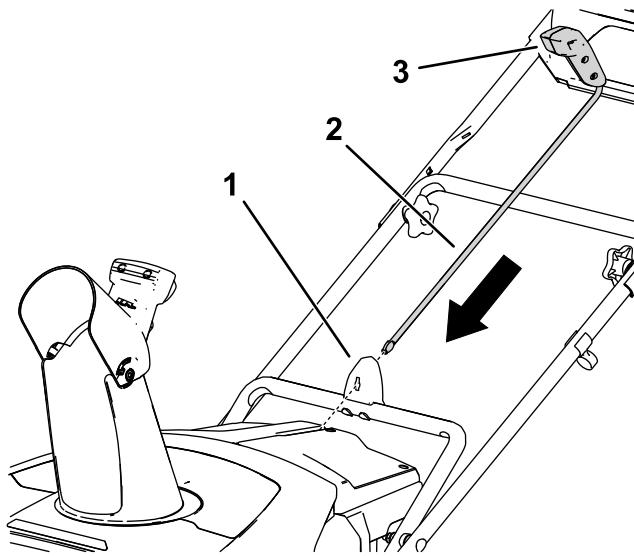

Bild 7
1. Vergewissern Sie sich, dass das Ablenkblech nach vorne gerichtet ist (**Bild 7**).
2. Setzen Sie die den Auswurfkanal-Hebel mit dem Griff nach vorn in die Führung ein und drücken Sie ihn nach unten, bis er einrastet (**Bild 7**).